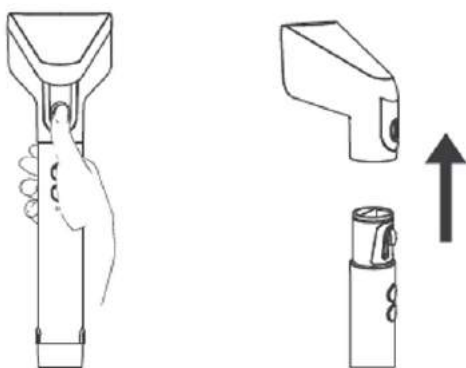

Fig. 30
2. Druk op de sluiting en verwijder vervolgens de opzetborstel (samen met de opzetborstelafdekking) (zie fig.30).